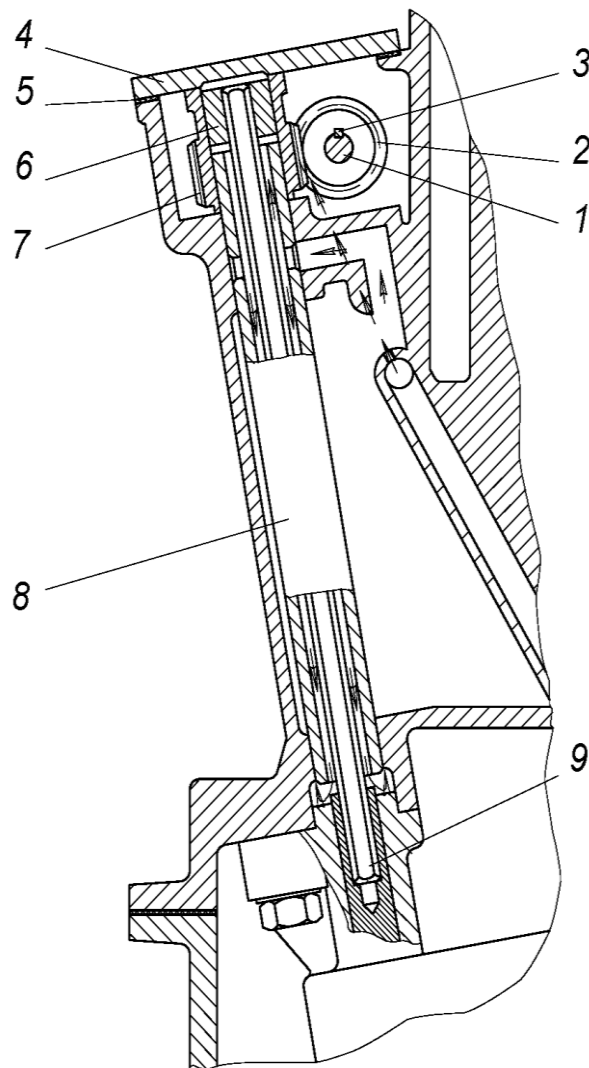

Рис.36. Привод масляного насоса:
От верхнего подшипника валика привода масляного насоса масло через поперечные сверления и внутреннюю полость валика подается для смазки нижнего подшипника валика и опорной поверхности ведомой шестерни 7 (рис.36) привода. Шестерни привода масляного насоса смазываются струей масла, разбрызгиваемой через отверстие в центральной масляной магистрали.
**Привод масляного насоса** (рис.36) осуществляется парой винтовых шестерен от промежуточного вала 1 привода распределительных валов.